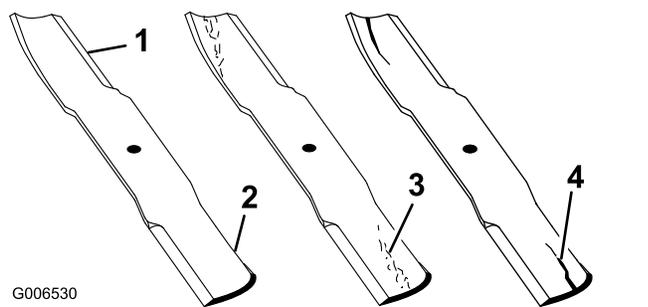

Bild 54
1. Untersuchen Sie die Schnittkanten (Bild 54).
4. Wenn Sie Risse, Verschleiß oder Rillenbildung in diesem Bereich feststellen, sollten Sie sofort ein neues Schnittmesser einbauen (Bild 54).